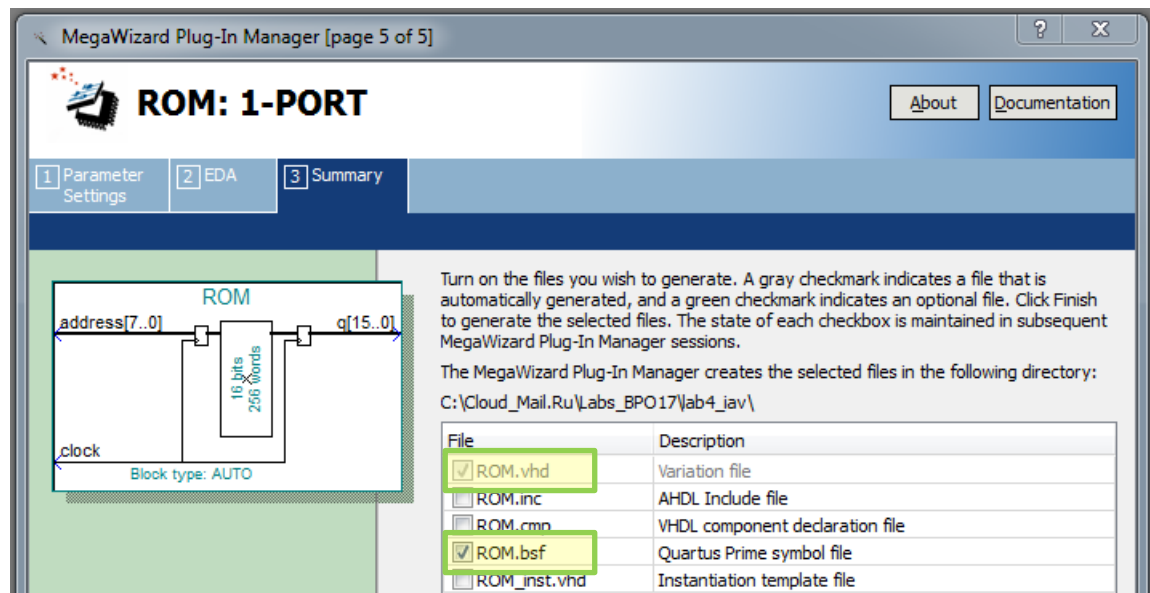

Рис. 14 Окно настройки экземпляра выбранного компонента (page 5)
4.7. В появившемся окне “MegaWizards Plug-In Manager [page 5 of 5]” выберите создаваемые файлы, как на рис. 14. Далее «Finish». Экземпляр компонента памяти ROM создан и его содержимое связано с файлом инициализации памяти **bin\_bd.mif**. Файл **ROM.vhd** содержит информацию о текстовом описании созданного экземпляра компонента (vhd – сокращение от названия языка описания аппаратуры VHDL) на языке VHDL, может использоваться для создания текстового описания проекта. Файл **ROM.bsf** содержит информацию о графическом обозначении созданного экземпляра компонента (block symbol file), далее будет использоваться для создания схемы проекта.